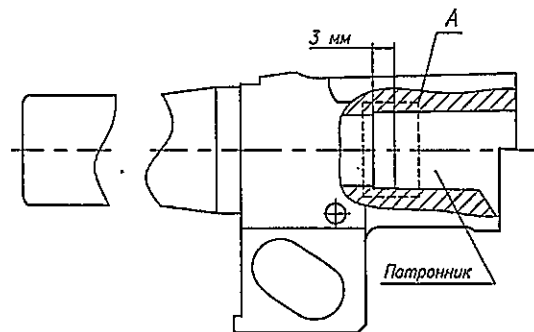

Рис. 1 - Ствол в разрезе
**ВНИМАНИЕ!** Не допускается присутствие порохового нагара в патроннике ствола после его чистки. Особенно обратить внимание на чистоту патронника в зоне А на размере 3 мм (см. рис. 1). Некачественная чистка и смазка патронника может привести к нарушениям в работе автоматики пистолета.